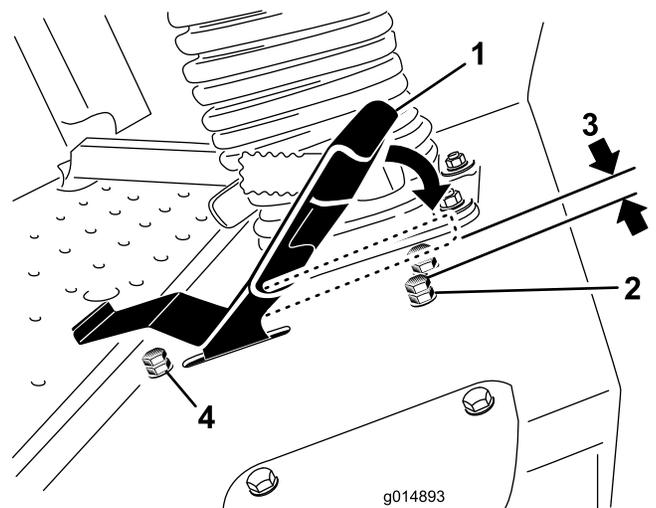

Bild 60
3. Lösen Sie für das Fahrpedal die Klemmmutter an der Anschlagsschraube (Bild 60).